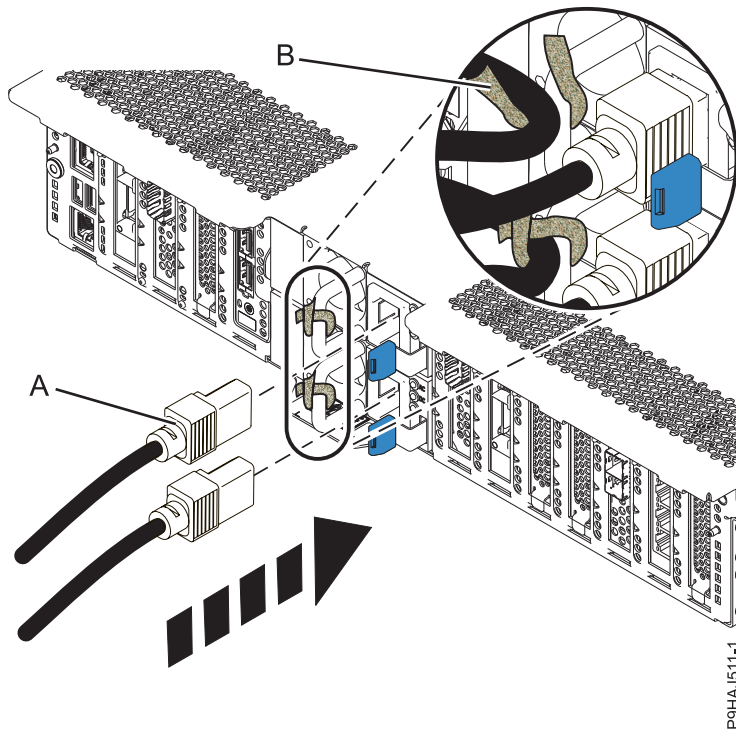

Abbildung 75. Netzkabel anschließen
2. Schließen Sie die Netzkabel (**A**) mithilfe Ihrer Beschriftungen wieder an die Systemeinheit an. Befestigen Sie die Netzkabel mit den Klettverschlüssen (**B**) am System (siehe Abb. 75 auf Seite 102).